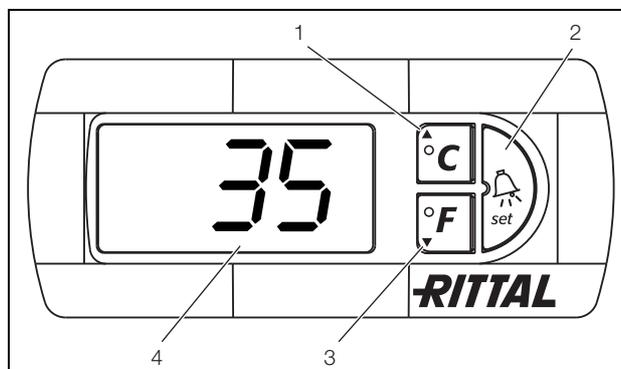

Fig. 30: Controllo e-Comfort
Il condizionatore funziona automaticamente; dopo aver attivato l'alimentazione il ventilatore dell'evaporatore è attivato (vedere fig. 3) e fa circolare l'aria all'interno dell'armadio. Il condensatore e il ventilatore dell'evaporatore sono regolati dal controllo e-Comfort. Il controllo e-Comfort dispone di un display a 7 segmenti (fig. 30). Dopo aver attivato l'alimentazione, sul display appare per circa 2 secondi anzitutto la versione del software in uso e la funzione Eco Mode attivata, successivamente l'opzione preimpostata (ad es. t10) o la temperatura. In modalità di funzionamento normale il display visualizza sia la temperatura (in gradi Celsius o gradi Fahrenheit, commutabili) sia le segnalazioni di guasto. La temperatura attuale all'interno dell'armadio in regime normale è sempre visualizzata. In presenza di guasto appare la relativa segnalazione invece dell'indicazione di temperatura. Per la programmazione dell'apparecchio si utilizzano i tasti 1 – 3 (fig. 30). I relativi parametri vengono visualizzati in modo analogo sul display.
- Premere contemporaneamente i tasti 1 e 2 (fig. 30) per almeno 5 secondi.
Con i tasti 1, 2 e 3 (fig. 30) è possibile modificare 24 parametri entro i campi predefiniti (valore min., valore max.).